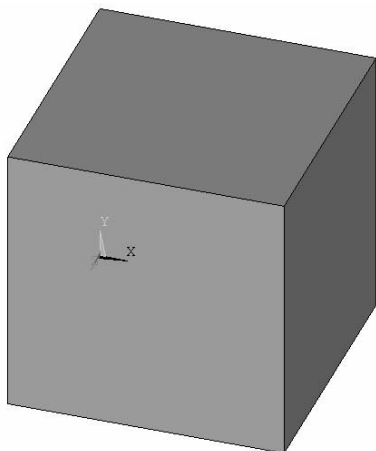

图 2-24 正方体
(1) 依次选择 Main Menu>Preprocessor>Modeling>Create>Volumes>Block>By Dimensions, 弹出“Create Block by Dimensions”窗口。
(2) 在“Create Block by Dimensions”窗口中“X1, X2 X-coordinates”后边的两个方框中依次输入“0”、“0.1”; 在“Y1, Y2 Y-coordinates”后边的两个方框中依次输入“0”、“0.1”; 在“Z1, Z2 Z-coordinates”后边的两个方框中依次输入“0”、“0.1”。单击“OK”按钮生成正方体。
(3) 用 Ctrl+鼠标右键旋转视图, 用鼠标中键缩放视图, 改变视图显示角度后的模型如图 2-24 所示。